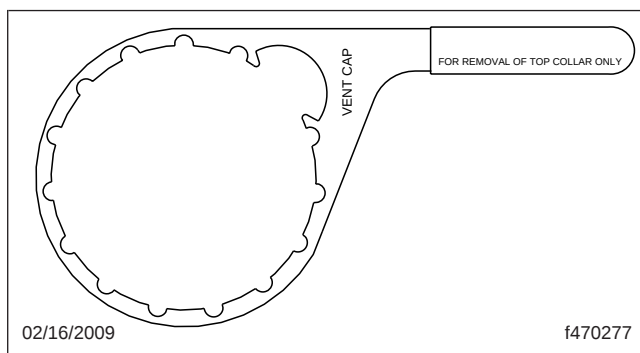

Fig. 3, Clé pour collier DAVCO
5. À l'aide d'une clé pour collier DAVCO (**figure 3**), retirez le couvercle transparent et le collier.